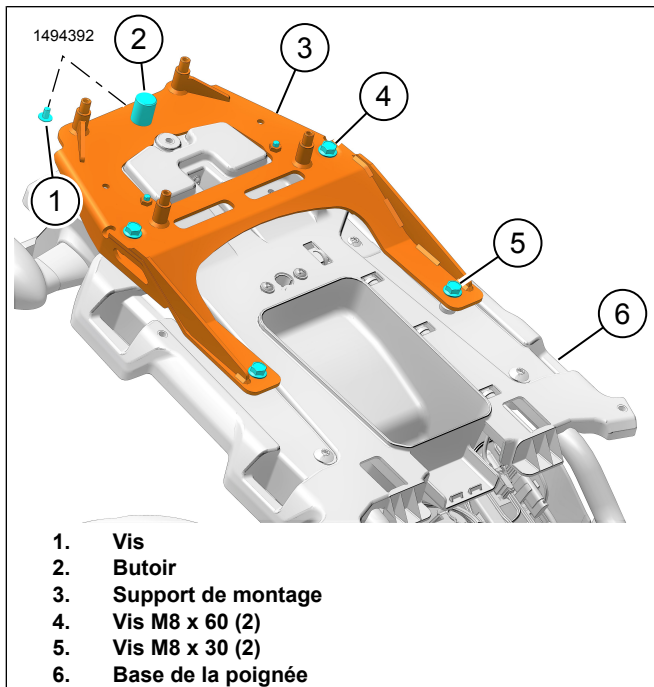

Figure 8. Support de montage
5. Voir la figure 8. Installer le pare-chocs (2) et visser (1) au support de montage (3).
- a. Serrer la vis (1).
7. Voir la figure 8. Installer le support de montage (3).
- c. Voir la figure 8. Serrer les vis (4, 5).